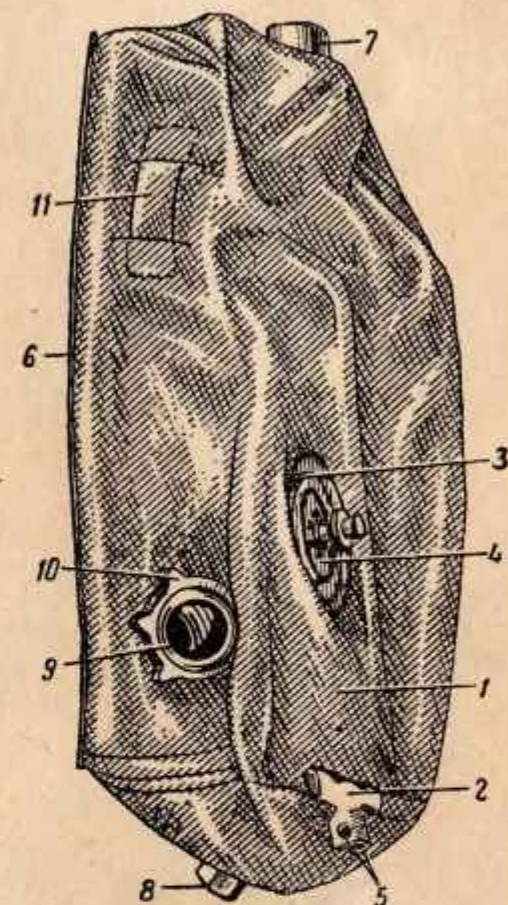

Рис. 6. Дыхательный мешок:
6. Дыхательный мешок (рис. 6) служит резервуаром для очищенного от углекислого газа и обогащенного кислородом воздуха. Рабочая емкость мешка 3 л, изготовлен он из резины.